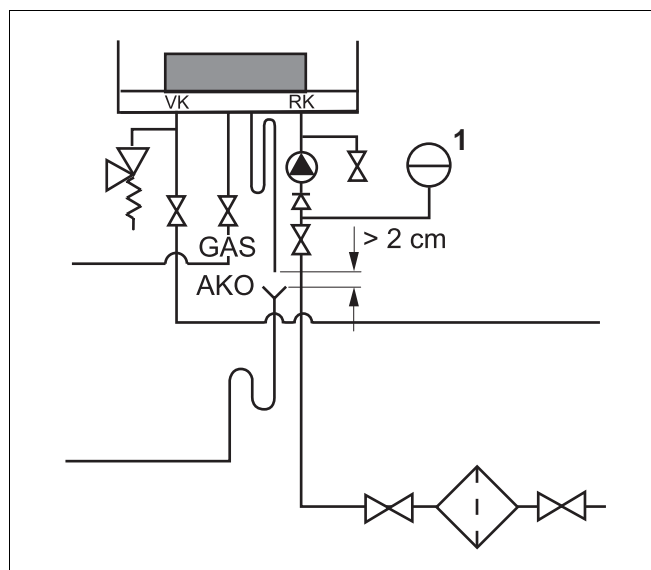

Fig. 21 Racordați vasul de expansiune la instalația unică
- Racordați vasul de expansiune la cazanul retur (RK). Dacă este prezentă o butelie de egalizare, racordați vasul de expansiune la partea secundară a buteliei de egalizare la retur (Fig. 21, **Poz. 1**).